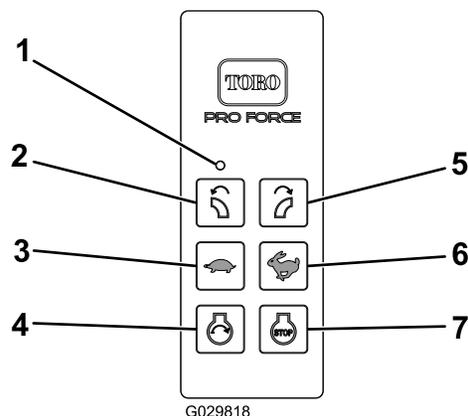

Figure 13
4. Le démarrage du moteur n'est possible qu'en appuyant sur le bouton de démarrage quand l'état d'activation de démarrage du moteur est actif. L'état d'activation de démarrage ne devient actif qu'une fois que vous avez exécuté la séquence d'activation de démarrage du moteur (Figure 13) :